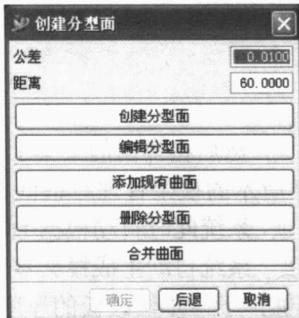

图 1-20 创建分型面对话框
③ 单击“确定”按钮。
④ 单击“创建/编辑分型面”按钮，弹出如图 1-20 所示的创建分型面对话框，如图 1-20 所示。